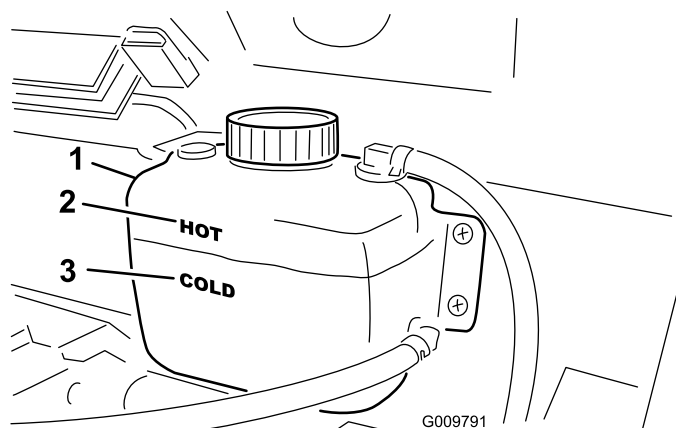

図 19
2. 補助タンクの側面から冷却液の量を点検する（図 19）。エンジンが冷えている状態で COLD 線の位置までであれば適正である。